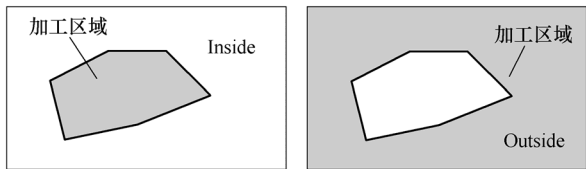

图 2-76 “Side to machine” 示意图
- “Side to machine”：用于选择加工限制区域，“Inside”表示加工边界内区域，“Outside”表示加工边界外区域，如图 2-76 所示。